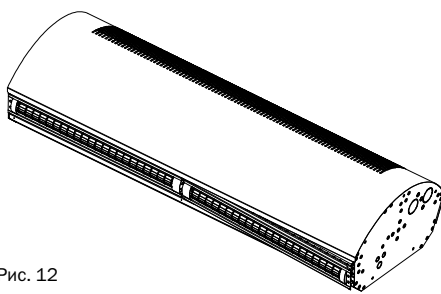

Рис. 12
4. Переместить его в сторону винтов на 10-15 мм (см.рисунок 12).